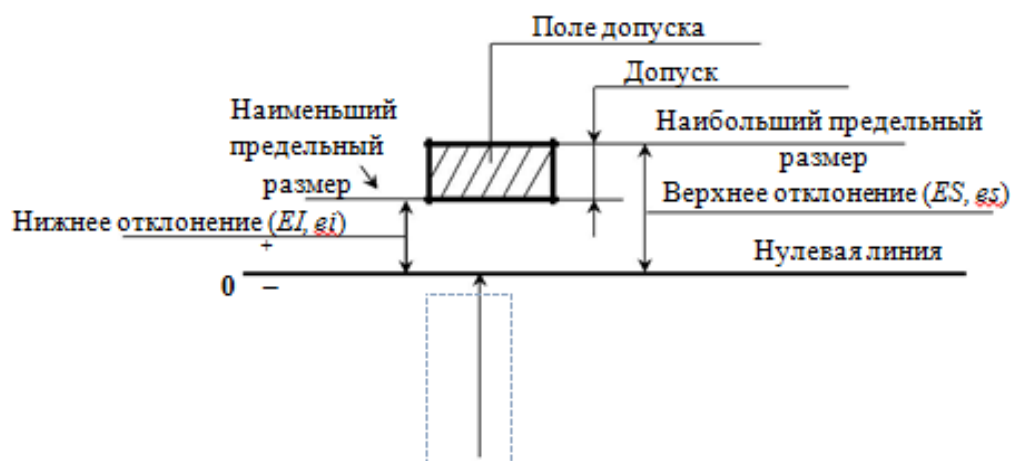

Рисунок 1.1 – Поле допуска
**Поле допуска** – поле между предельными отклонениями размера: оно определяется величиной допуска и его положением относительно номинального размера (рисунок 1.1).